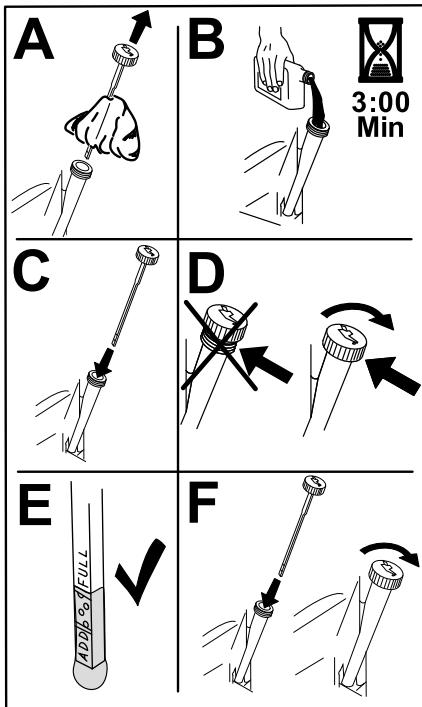

Рисунок 52
6. Медленно залейте приблизительно 80% масла указанного типа в заливную горловину и затем медленно добавляйте масло, чтобы довести его уровень до отметки «Полный» (Рисунок 52).